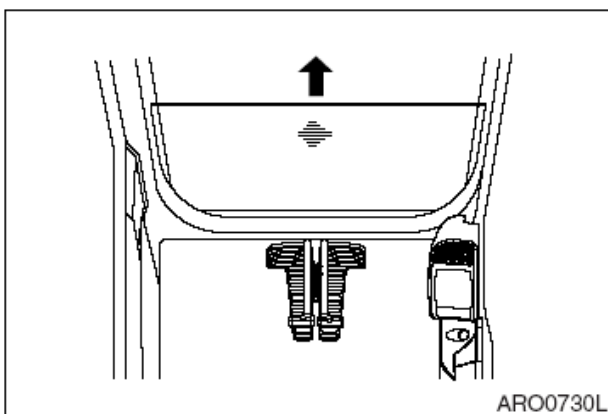

Рис. 98
1. После установки переднего верхнего окна в крыше кабины, снять нижнее стекло в направлении, указанном стрелкой (рис. 98).